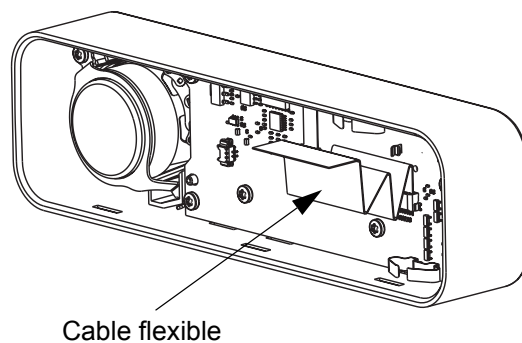

Figura 5-28 Montaje del cable flexible
8. Monte el cable flexible en el conector respectivo de la tarjeta de la unidad de control; cerciórese de que quede bien asentado, como se muestra en la Figura 5-28.